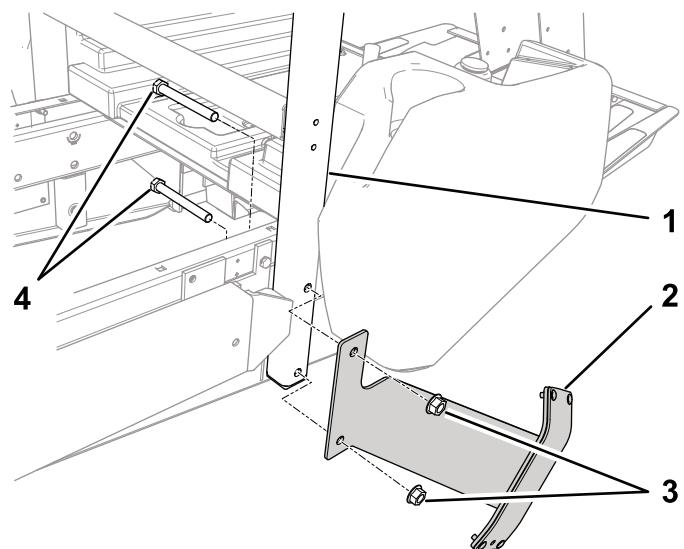

Figura 18
- Monte el conjunto de tope de la tolva en el exterior del tubo del ROPS con 2 pernos (1/2" x 4 1/2") y contratuercas (1/2"), según se muestra en Figura 18.
- Retire los 2 pernos y tuercas que sujetan el tubo del ROPS al lado derecho de la máquina (Figura 18).